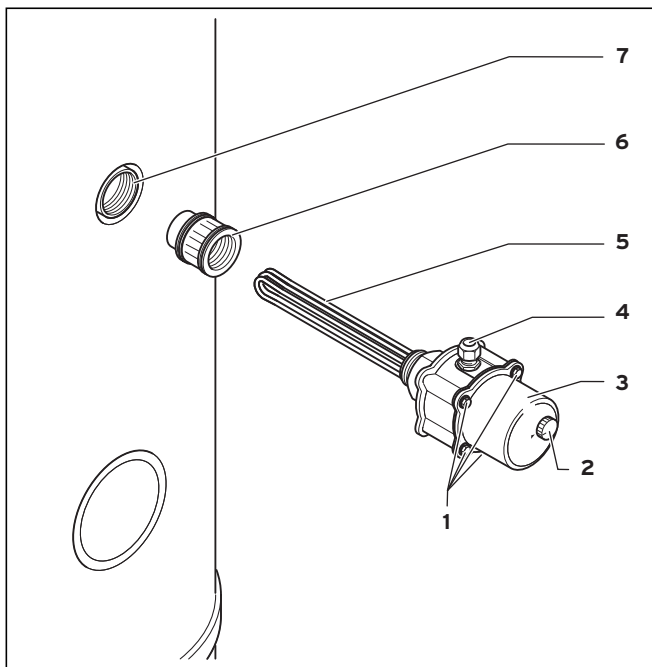
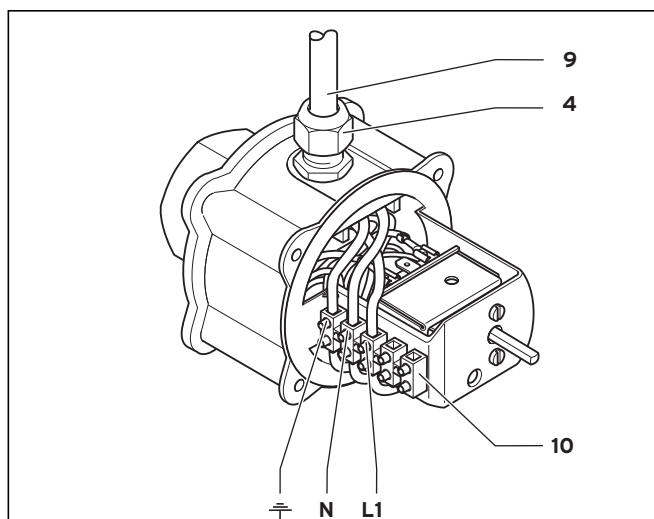
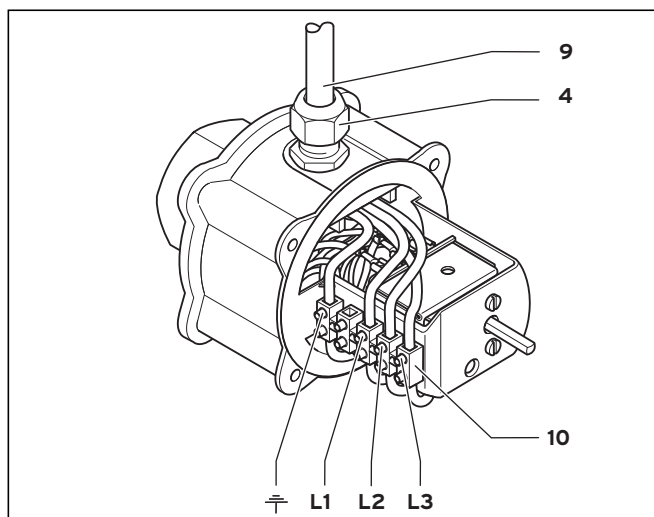

Fig. 1 Instalarea bastonului de încălzire electric
Fig. 2 Instalarea electrică a bastonului de încălzire electric 230 V
Fig. 3 Instalarea electrică a bastonului de încălzire electric 400 V
La instalarea electrică procedați după cum urmează (vezi fig. 1 până la fig. 3):
- Scoateți butonul regulatorului (2).
- Desfaceți cele 4 șuruburi cu cap hexagonal (1).
- Scoateți capacul carcasei (3).
- Fixați cablul (9), la construcție, cu îmbinări cu șuruburi PG (4).
- Însurubați cablul (9), la construcție, în varianta conform fig. 2 (230 V) sau fig. 3 (400 V) la regleta cu borne (10).
- Așezați capacul carcasei (3) și fixați-l cu cele 4 șuruburi cu cap hexagonal (1).
- Introduceți butonul regulatorului (2).